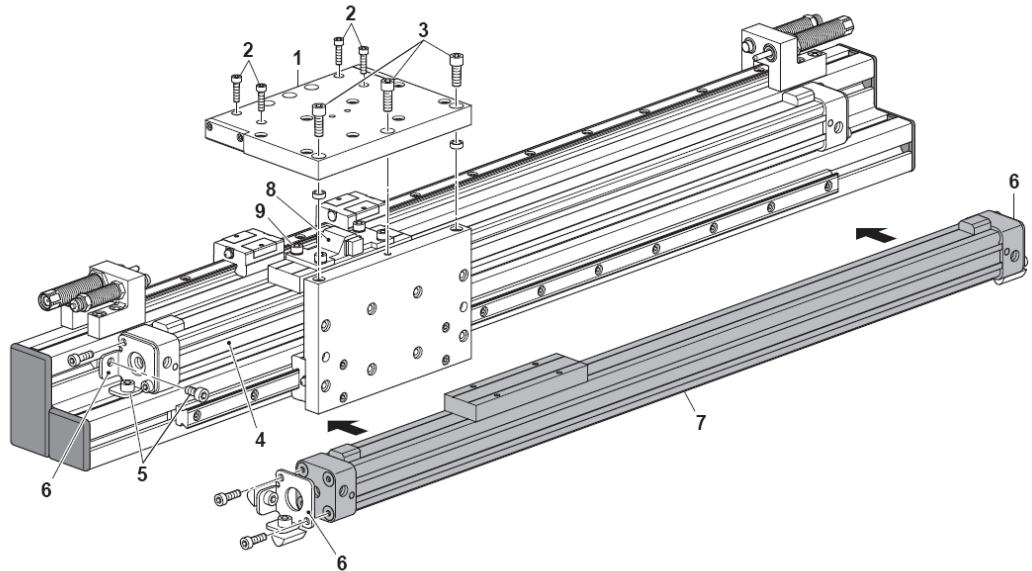

Fig. 42 Mise en service du module portique
2. Dévisser les vis cylindriques (Fig. 42, 2) et (Fig. 42, 3) et démonter la plaque de chariot.
3. Desserrer les vis du cylindre (Fig. 42, 5) et retirer le cylindre (Fig. 42, 4).
4. Dévisser la fixation (Fig. 42, 6) sur le cylindre linéaire.
5. Desserrer les quatre vis cylindriques (Fig. 42, 9) et retirer l'entraîneur (Fig. 42, 8).
6. Fixer l'entraîneur (Fig. 42, 8) sur le nouveau cylindre linéaire à l'aide des vis à tête cylindrique (Fig. 42, 9).
7. Revisser la fixation (Fig. 42, 6) en position correcte sur le nouveau cylindre linéaire (Fig. 42, 7).
8. Fixer le nouveau cylindre linéaire (Fig. 42, 7) avec les vis à tête cylindrique (Fig. 42, 5).
9. Monter la plaque de chariot (Fig. 42, 1) avec les vis à tête cylindrique (Fig. 42, 2) et (Fig. 42, 3).